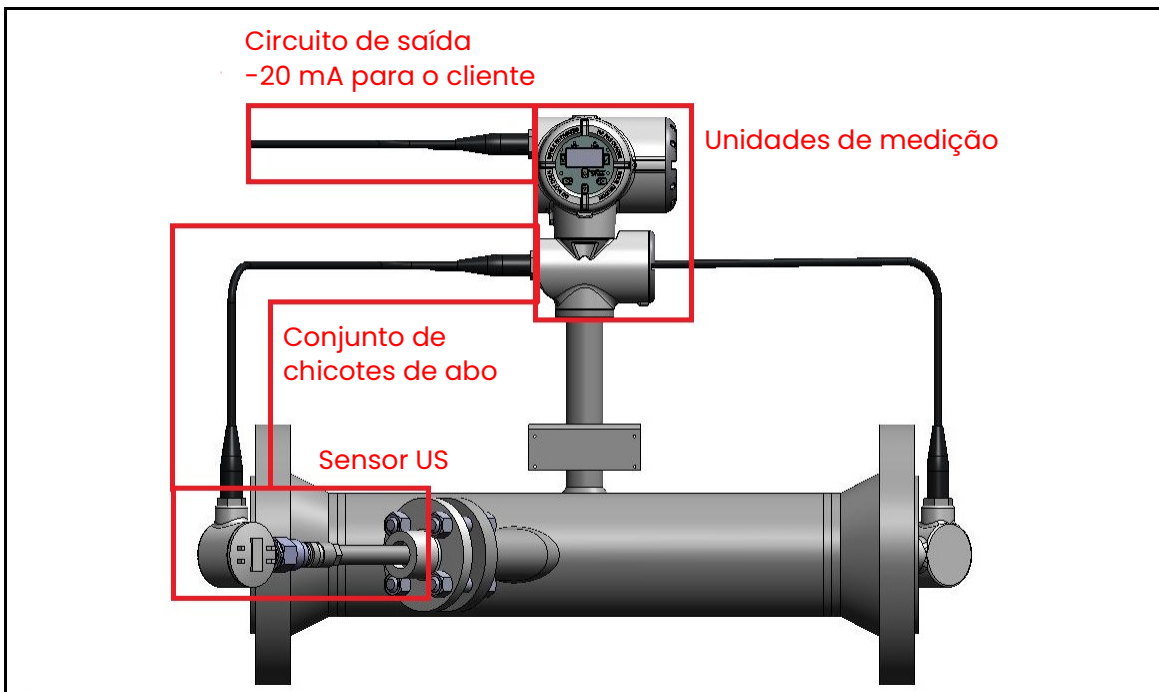

Figura 1: Cadeia de Segurança Funcional
*Figura 1 na página 4* identifica a localização física dos componentes da cadeia de segurança do PanaFlow HT.